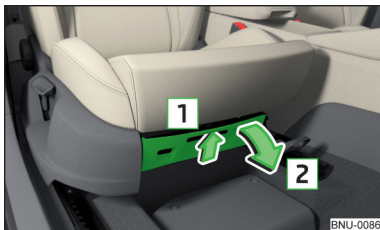

Fig. 114
- Para **abrir**, pulsar sobre el tirador en el sentido de la flecha **1** y abrir el compartimento en el sentido de la flecha **2** » fig. 114.